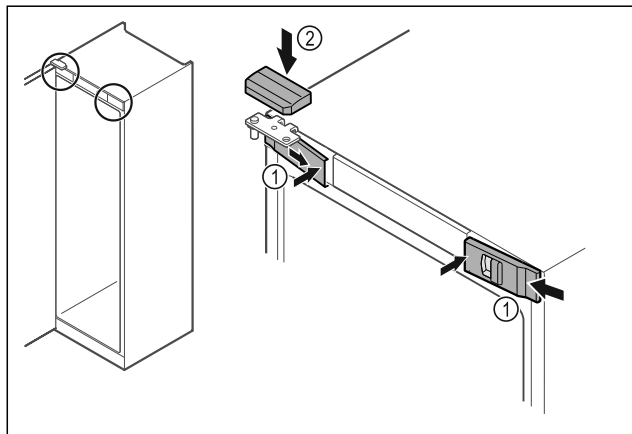

Fig. 44
- ▶ Akassza be oldalt az elülső burkolatokat Fig. 44 (1), és belül pattintsa be.
- ▶ Felülről pattintsa be a felső burkolatot Fig. 44 (2).